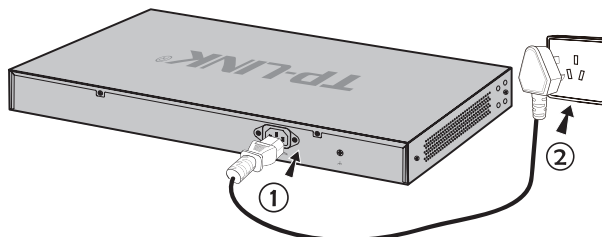

图3-3 电源线连接示意图
- 使用交换机原装电源线连接交换机与电源插座, 如图3-3所示。